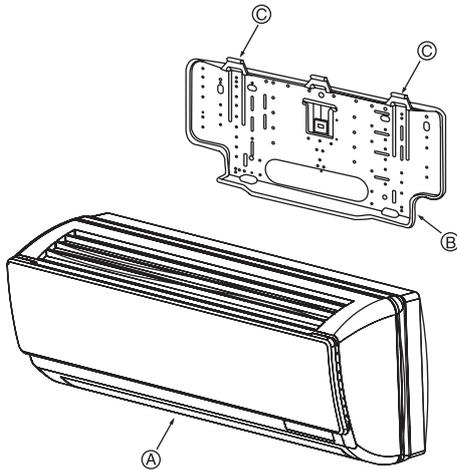

Fig. 3-8
① Muurbevestigingsmal
3.3. Het binnenapparaat monteren (Fig. 3-8)
- ① Zorg ervoor dat de haken van het binnenapparaat over de pallen van de muurbevestigingsmal vallen.